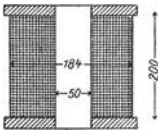

Abb. 3.
38. Eine Spule (Abb. 3) hat einen inneren Durchmesser von 50 mm, einen äußeren von 184 mm. Sie ist mit einem 2 [1,5] (0,5) mm dicken Kupferdraht (ohne Isolation gemessen) bewickelt, dessen Widerstand 4,35 [15,8] (855) Ω beträgt.